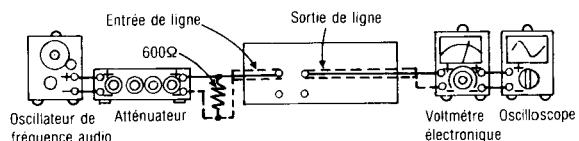

Fig. 8
- Le raccordement de l'équipement d'essai est montré à la Fig. 8.
- Si elle n'est pas en deçà de la normale, régler BANDE 1: VR151 (canal de gauche) {VR152 (canal de droite)} et BANDE 2: VR201 (canal de gauche) {VR202 (canal de droite)} et répéter les étapes (2), (3) et (4) jusqu'à ce que la puissance de sortie soit en deçà de la normale.